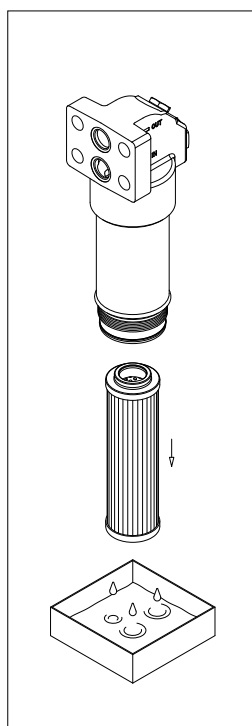

fig. 27
- (Fig. 27) Estrarre l'elemento filtrante. Rimuovere tutte le guarnizioni dal contenitore e dall'elemento filtrante e predisporre i ricambi, facendo riferimento alle parti di ricambio al paragrafo 12